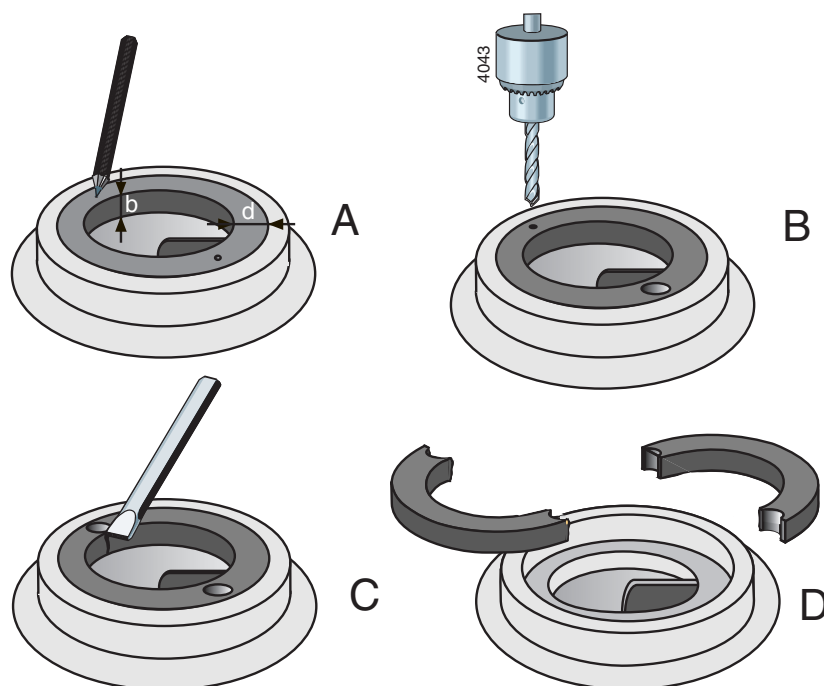

Рисунок 6: Снятие компенсационного кольца.
- 1 Измерьте толщину **d** и ширину **b** кольца, см. рисунок 6 A.